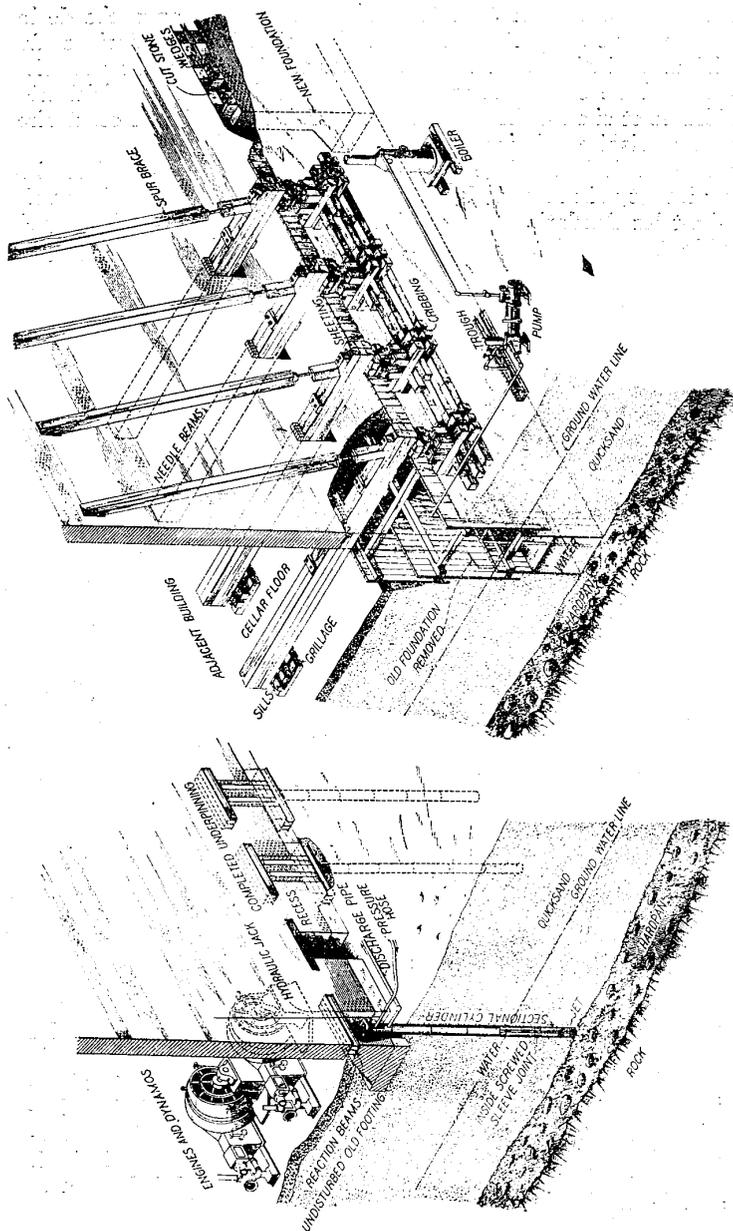

Fig. 33. — Reprise de murs en sous-œuvre : à gauche, méthode Jules Breuchaud ;
Une solution très pratique de ce problème délicat est donnée par la méthode de M. Jules Breuchand, entrepreneur américain d'origine française, un des constructeurs de la digue de Croton, le barrage le plus important du monde (fig. 33) (1). Son procédé supprime com-